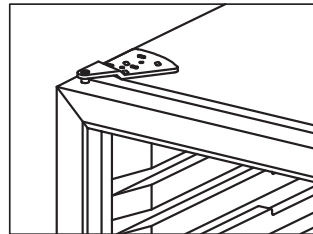

fig. 5.4
- Monter døren på bundhængslet (8) på samme måde som den blev fjernet og monter tophængslet igen. See fig.5.4